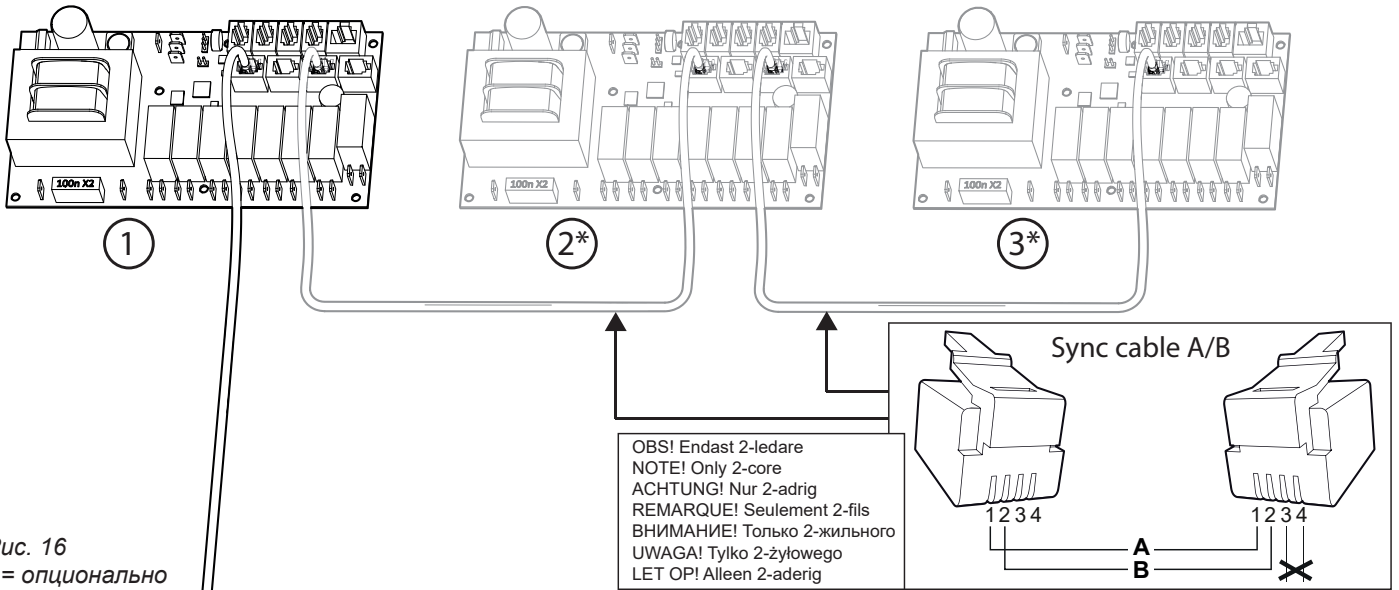
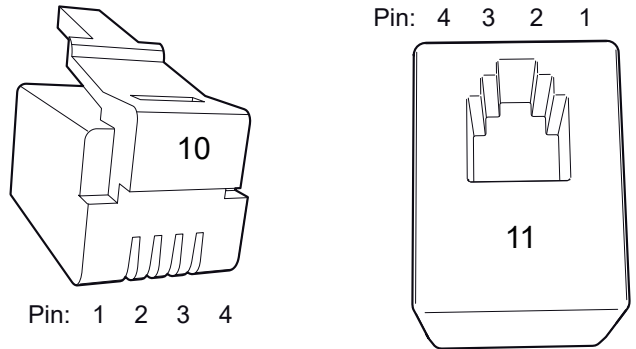

Рис. 16
Рис. 17
Информация о подключении датчика температуры и т.д. к панели управления посредством быстрых соединителей приведена в описании платы (Рис. 17)
В соединениях между генераторами применяется кабель малой мощности (2-жильный, RJ10 2P4C A/B) с соединителем RJ10, (Рис. 16.) Информация о конфигурации штыревых контактов приведена в разделе «Описание модульного соединителя» (Рис. 17).
В случае если необходимо провести обслуживание одного парогенератора, другие могут продолжать использоваться. Один генератор, назначенный в качестве дополнительного, отключается посредством извлечения кабеля между платами. (Рис. 16)
2. Отключите кабель, соединяющий платы управления (Рис. 16)